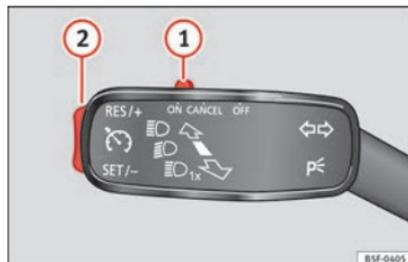

Fig. 187 Le levier des clignotants et des feux de route : touches du régulateur de vitesse.
- Déplacez le commande **1** » fig. 187 sur la position **ON**.
- Appuyez sur la commande à bascule ② » fig. 187 » page 187 pour la placer sur la position **RES**.
- Il est possible de **diminuer** la vitesse mémorisée en appuyant sur la touche ② » fig. 187 » page 187 pour la placer sur la position **SET**.
- Lorsque vous relâchez la touche à une vitesse inférieure à 30 km/h (19 mph), aucune vitesse n'est mémorisée et la mémoire est effacée. Pour la mémoriser, il faut atteindre une vitesse supérieure à 30 km/h (19 mph) et appuyer de nouveau sur la touche ② pour la placer sur la position **SET**.
Le régulateur de vitesse **se désactive temporairement** en appuyant sur la commande ① » fig. 187 » page 187 pour la placer sur la position **CANCEL**, ou en appuyant sur la pédale de frein ou d'embrayage.
- Déplacez la commande ① » fig. 187 » page 187 sur la position **OFF**.